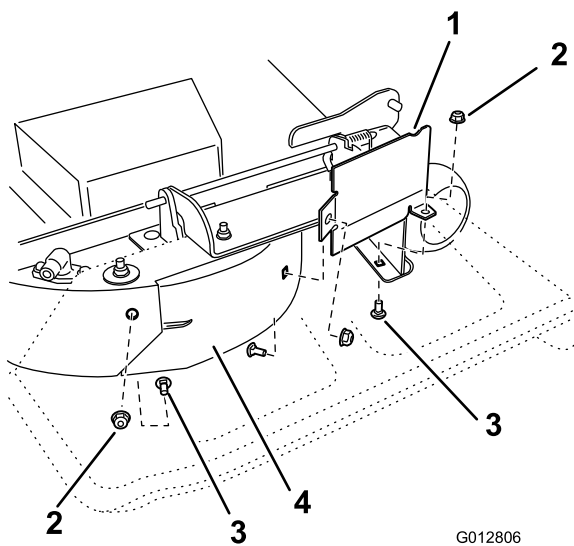

Figure 33
- 8. Sur la paroi arrière du plateau de coupe, retirez le boulon de carrosserie Bolt5_16x3_4; et le contre-écrou (5/16 inch) qui fixent le déflecteur au plateau (Figure 33).
- 9. Trouvez la protection du déflecteur sur le bord avant de l'ouverture d'éjection latérale. Retirez les fixations qui maintiennent la protection du déflecteur droit sur le plateau de coupe, comme indiqué à la Figure 33. Déposez le déflecteur et conservez toutes les fixations.